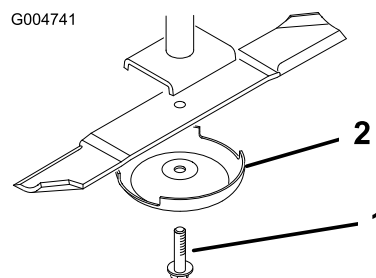

Figura 90
3. Togliete il bullone, la coppa antistrappo e la lama dall'asse del mandrino (Figura 90).